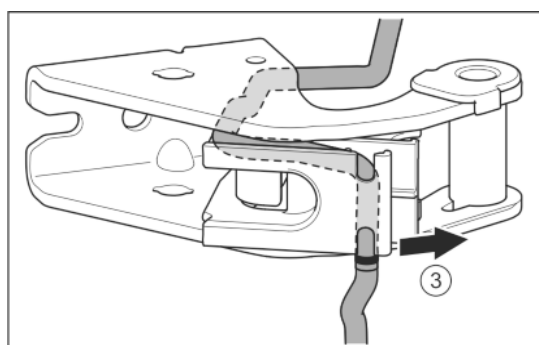

Fig. 27
- ▶ Высвободить кабель из направляющей. Fig. 27 (3)